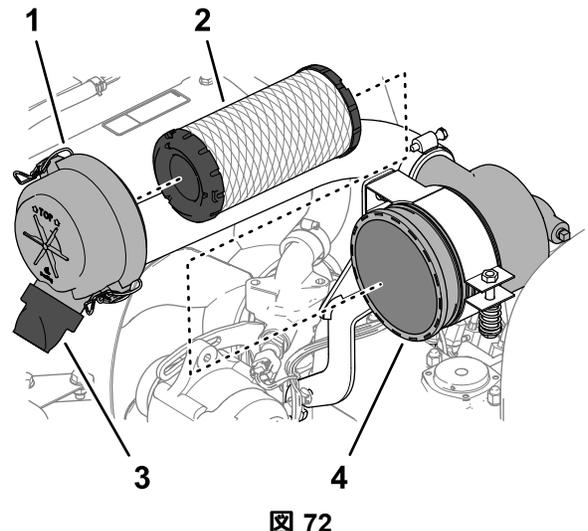

図 72
3. エアクリーナのカバーをボディーに固定しているラッチを外す (図 72)。